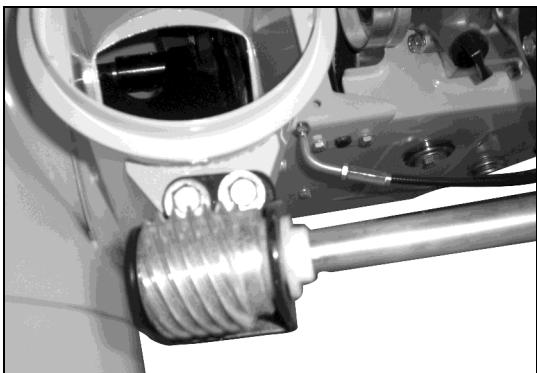

Рис. 4-2. Для моделей с панелью управления.
2. Совместить отверстие, расположенное на конце рукоятки поворота желоба с отверстием кронштейна поворотной спирали. Закрепить при помощи шплинта. См. Рис. 4-2.